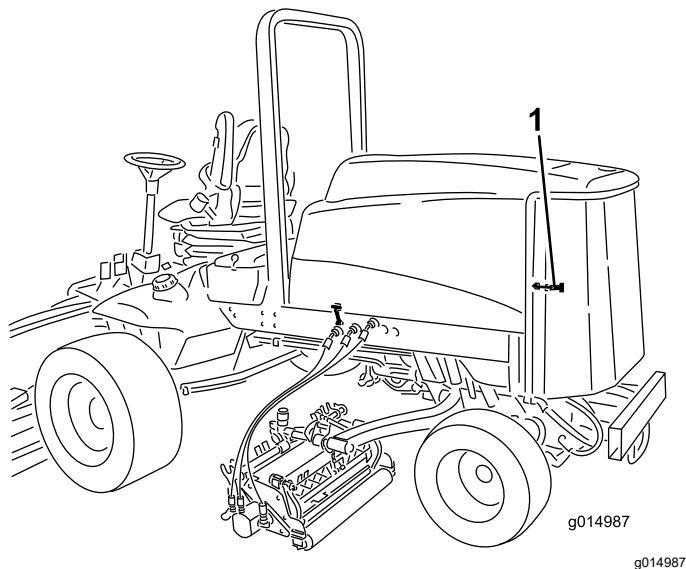

Figura 97
1. Destranque e abra o painel traseiro (Figura 97).